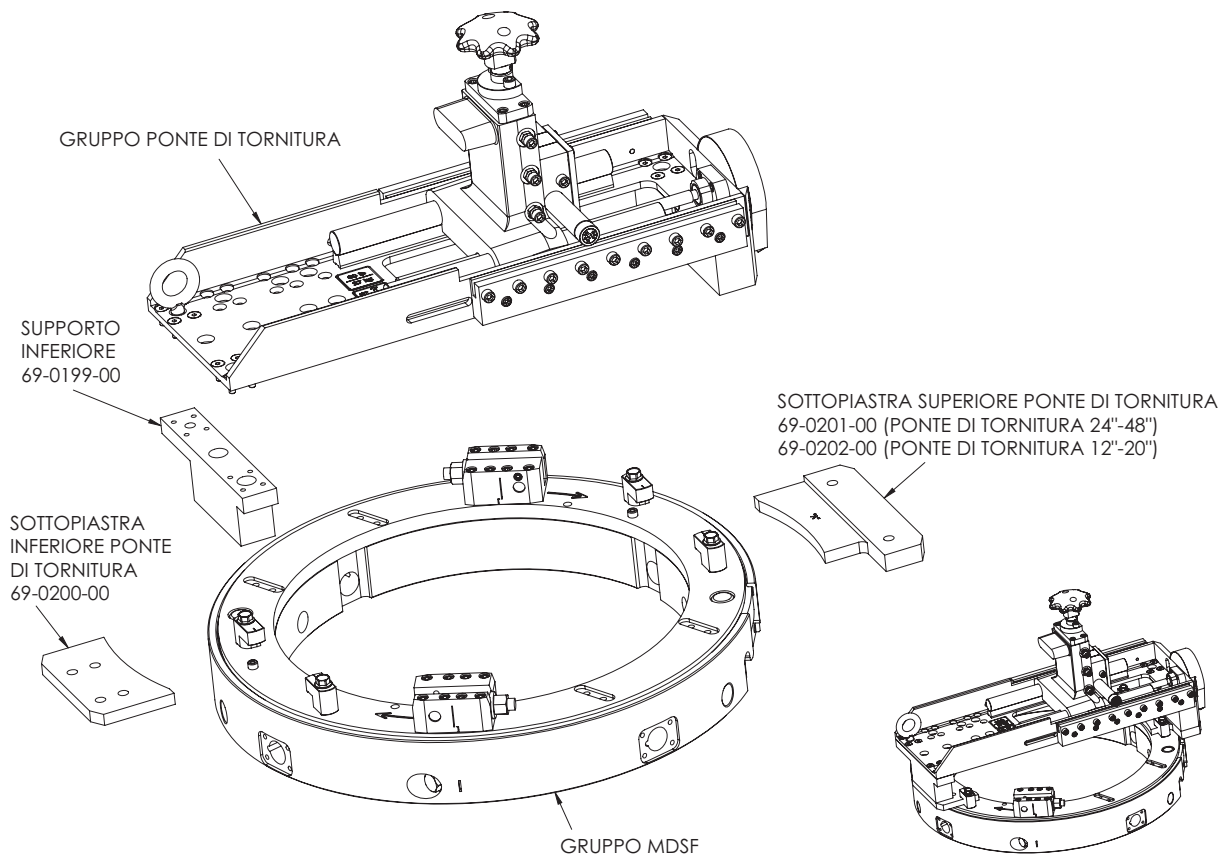

Figura 8-2. Montare il ponte di tornitura sul MDSF, come mostrato.
3. Montare la sottopiastra inferiore e quella superiore del ponte di tornitura sul MDSF in corrispondenza dei punti di montaggio, come illustrato nella Figura 8-2.